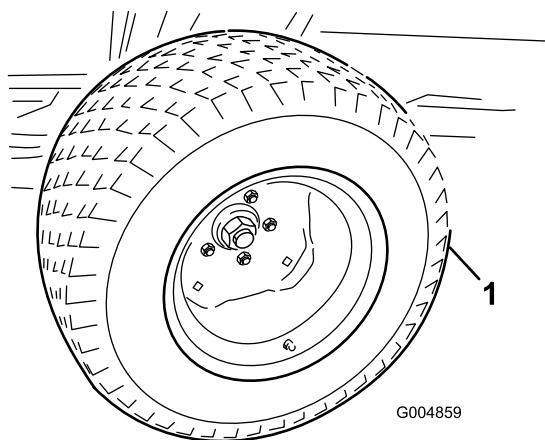

Figura 48
11. Con il telaio invernale contro il telaio posteriore, sollevate il martinetto a sufficienza per rimuovere gli pneumatici delle ruote motrici estivi (Figura 48).